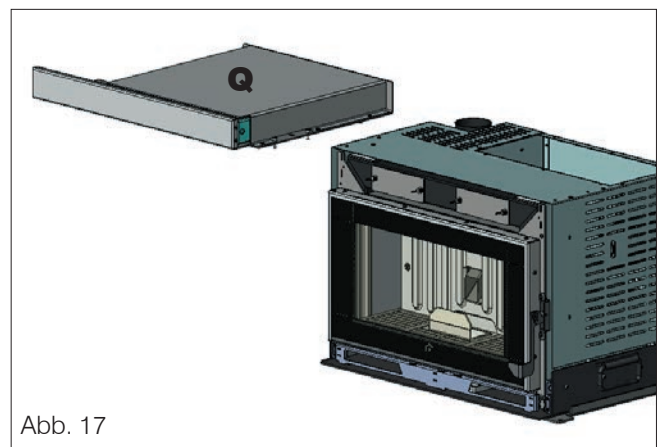

Abb. 17
- Die Pellet-Ladeschublade (**Q** - Abb. 17 -18) an der Oberseite des Einsatzes mit den mitgelieferten Schrauben montieren.